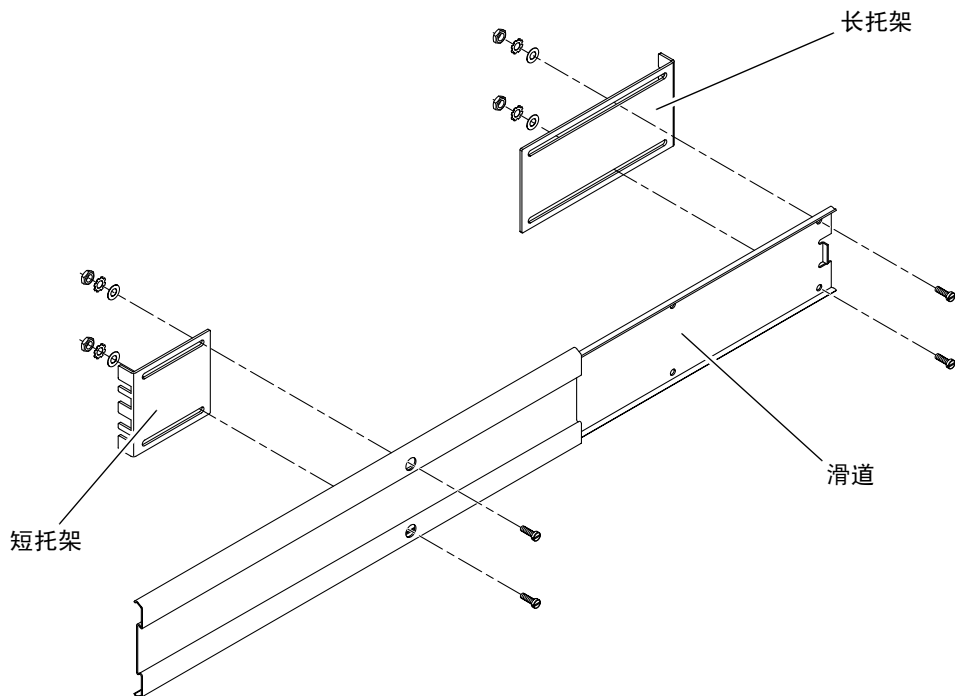

图 3-11 将滑道固定到托架上
10. 将滑道固定到机架前端的短托架和机架后端的长托架（图 3-11）。